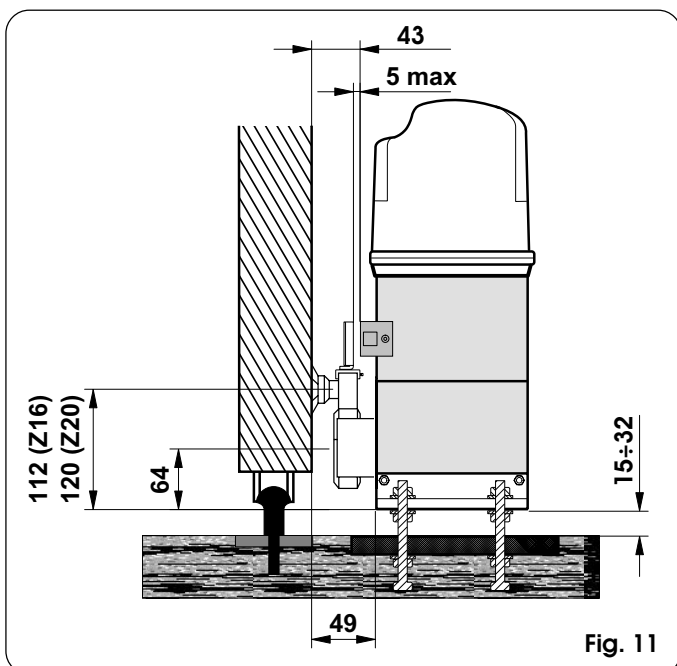

Fig. 11
- 4) Stel de hoogte van de poten en de afstand vanaf de poort af, zie fig. 11.